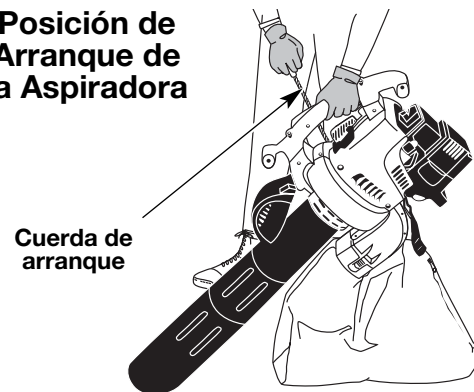

Fig. 16
5. Agacharse en la posición de arranque del soplador (Fig. 15) o mantenerse de pie en la posición de arranque de la aspiradora (Fig. 16). Coloque el control del regulador en la posición de **RÁPIDA** (🐇) (Fig. 18). Tire de la cuerda del arrancador hacia afuera con un movimiento suave y firme 5 veces.